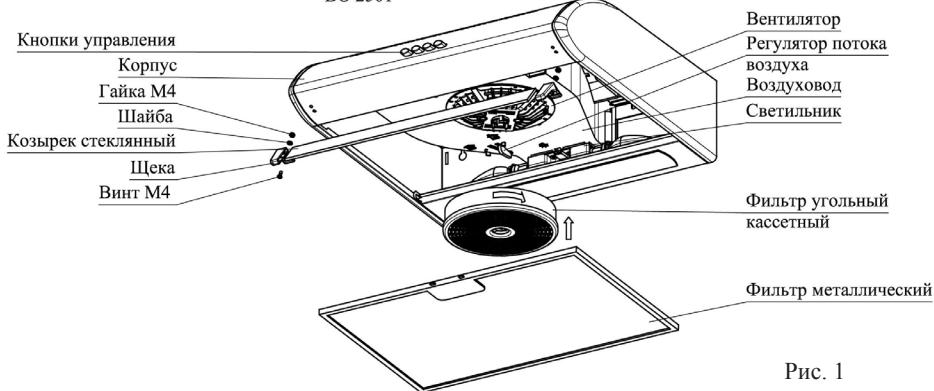
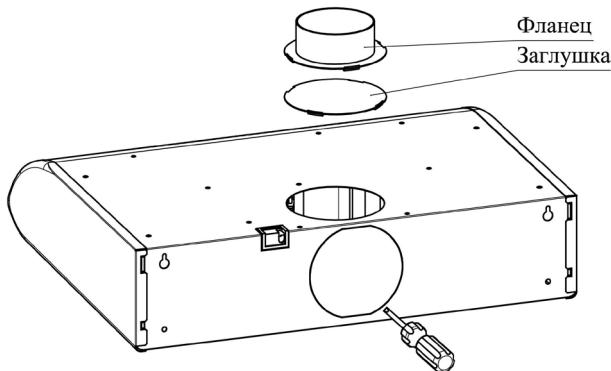

Рис. 1
Рис. 2
Внутри корпуса воздухоочистителя (рис. 1) располагаются вентилятор, светильник воздуховод с регулятором потока воздуха. На вентилятор установлен фильтр угольный кассетный. На передней части корпуса расположены кнопки управления работой воздухоочистителем.
В верхней и задней стенках корпуса воздухоочистителя имеются отверстия (рис.2), предназначенные для отвода воздуха наружу при помощи трубы, которая присоединяется к воздухоочистителю через фланец. Отверстие на задней стенке по контуру обозначено вырубленным элементом, который перед установкой фланца необходимо удалить при помощи отвертки или другого инструмента.
- 6.8 **ДЛЯ РАБОТЫ В РЕЦИРКУЛЯЦИОННОМ РЕЖИМЕ** совместите флагшток регулятора потока воздуха (см. рис. 1) с рисунком "↑" на воздуховоде воздухоочистителя. При данном режиме работы отверстие на верхней поверхности воздухоочистителя должно быть закрыто заглушкой (рис. 2). Для установки фильтра угольного кассетного, оденьте его на фиксирующие элементы в центре вентилятора и поверните по часовой стрелке до упора (рис. 1). Демонтаж производится в обратном порядке.
- 6.9 **ДЛЯ РАБОТЫ В ВЫТЯЖНОМ РЕЖИМЕ** совместите флагшток регулятора потока воздуха с рисунком "↗" на воздуховоде воздухоочистителя. При данном режиме работы в одно из выходных отверстий корпуса установить фланец. Если фланец установлен в отверстие на задней поверхности воздухоочистителя, то отверстие на верхней поверхности нужно закрыть заглушкой (рис. 2). Затем соедините фланец воздухоочистителя с вентиляционным каналом трубой диаметром 100 мм (в комплект поставки не входит